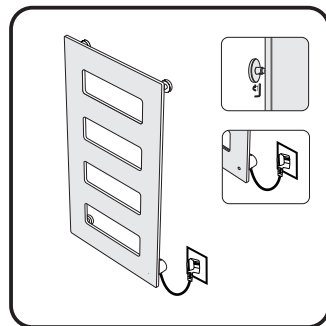

Рис.12
- 5.14. Вденьте установленные на дизайн-радиаторе шпильки в посадочное отверстие кронштейна и закрепите стопорными винтами (рис. 12).
- 5.15. По окончании установки включить электрощнур в электросеть, светодиод загорится синим светом (рис. 12). Изделие готово к работе.